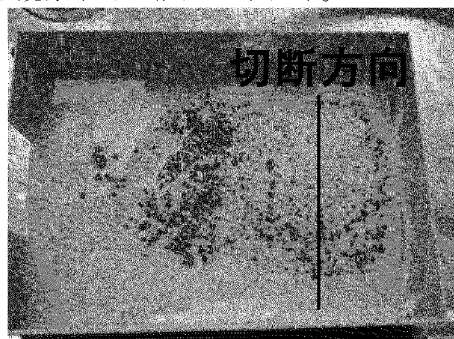
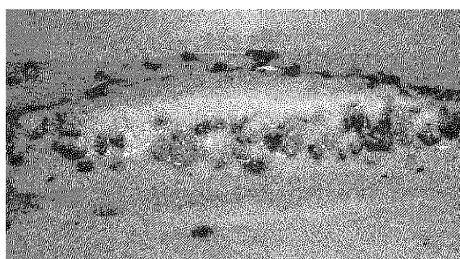

図11 堆積物の切断方向
図12 堆積物の断面
- (7) 堆積したれき・砂を崩さないように衣装ケースの中から大トレーを取り出す。
- (8) 堆積したれき・砂をアクリル板で切り、断面を観察する（図11・図12）。